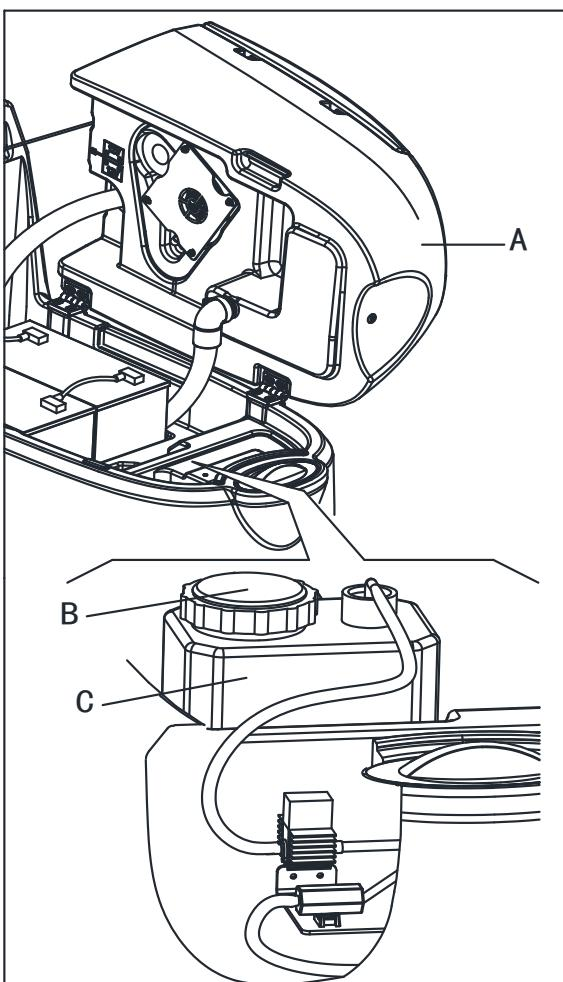

Figure 8
- Ouvrir le couvercle (E) et vérifier si le réservoir de récupération (F) est vide; sinon, le vider par le tuyau de vidange (G).
- Abaissé avec précaution le réservoir de récupération (A, Fig. 8).
- Ouvrir le bouchon (B).
- Remplacer ou remplir la le bidon (C) avec un conteneur standard de détergent approprié pour le travail à effectuer (détergents hautement concentrés). Ne pas complètement remplir le réservoir de détergent, prévoir quelques centimètres depuis le bord.